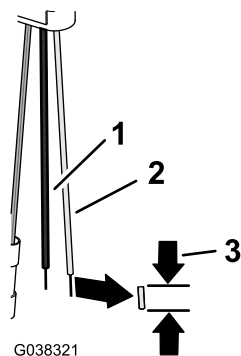

Figura 38
2. Corte 8 mm del aislamiento de los cables rosa y negro del adaptador de 4 pines (Figura 38).